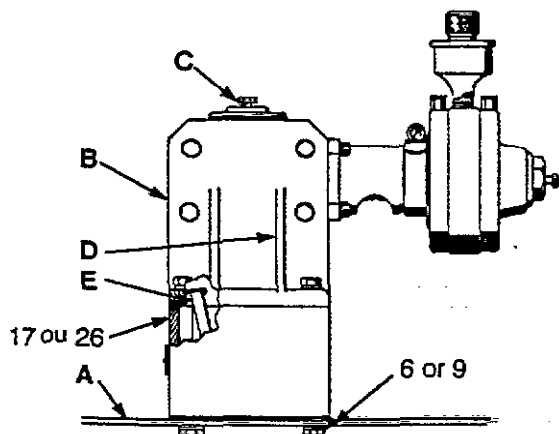

Fig 1
Retirar el tapón de nivel de aceite (B) y verificar dicho nivel en el cárter del reductor. Véase la Fig. 1. El nivel de aceite nunca debe desbordar la tapa.
Eje del Agitador : inyectar diariamente de 7 a 10 gotas de aceite en la copela de engrase (E) del cojinete del eje. Véase la Fig. 1.